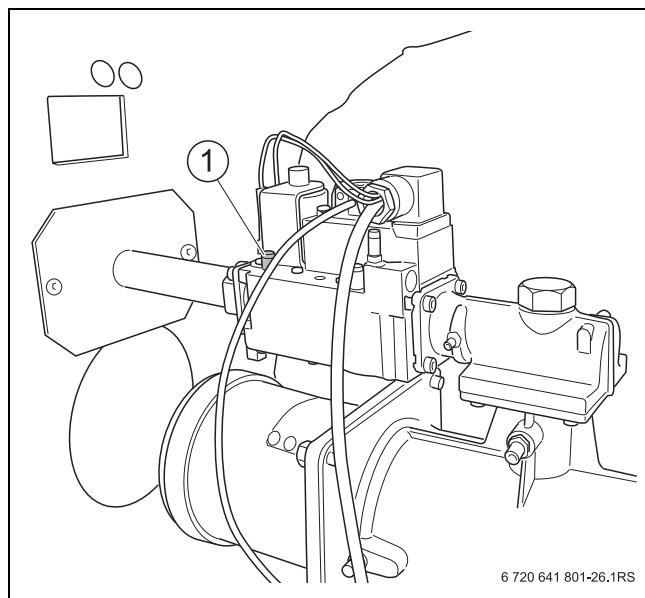

Fig. 31 Sfiato della tubazione del gas (grandezza caldaia 90/120 kW)
- Allentare di due giri la vite di chiusura del nipplo di prova per la pressione di collegamento del gas e per lo sfogo dell'aria (→ fig. 31, 32, 33, [1], pag. 24), quindi innestare il tubo di gomma.